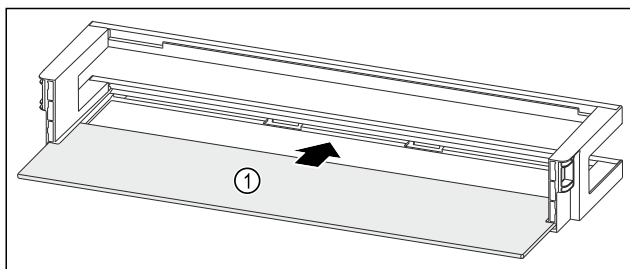

Fig. 150 Дверная полка со съемной полкой
- ▶ Вдвиньте съемную полку Fig. 150 (1) в боковые пазы.